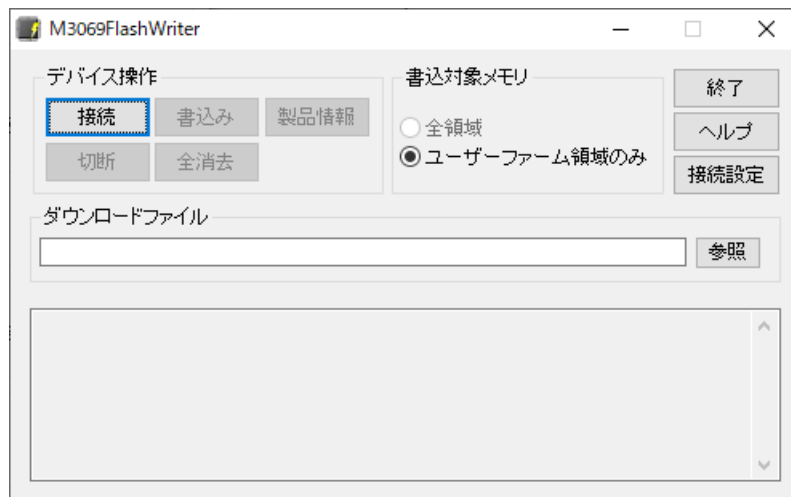

図 22 制御モジュールの更新画面
2. 設定ツールのメニュー画面(図 17)から [M3069FlashWriter] ボタンを押します。図 22 のような画面が表示されます。